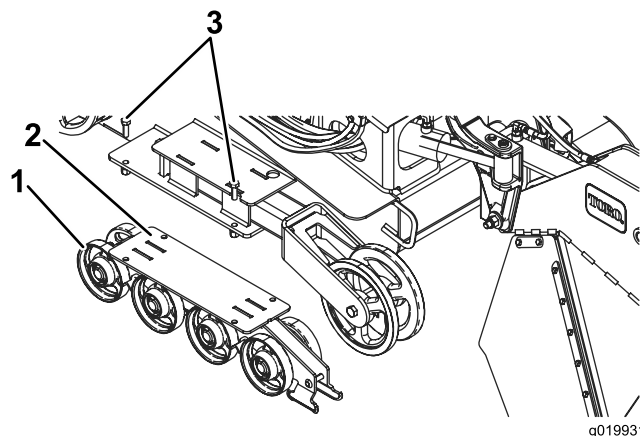

図 50
2. 各下クローラガイドロードホイールを囲っているを固定しているボルト各4を外してガイドを取り外す 図 50。